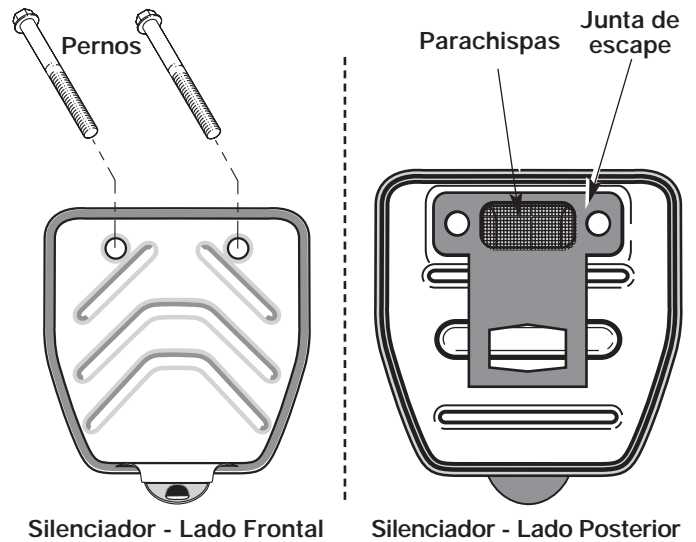

Fig. 41
2. Ubique el frente del silenciador y los dos (2) pernos que lo sujetan al motor. (Fig. 41). Quite los dos (2) pernos con un destornillador de punta plana, una llave de tubo de 5/16 o destornillador para tuercas. Hale el silenciador del motor.
3. Voltee el silenciador al lado posterior y ubique la junta de escape. Retire la junta de escape (Fig. 41).
7. Ponga la junta del silenciador contra el lado posterior del mismo. Alinee los orificios de los pernos de la junta del silenciador en el silenciador. Mientras sostiene la junta en su lugar, ponga los pernos en el lado frontal del silenciador. (Fig. 41).